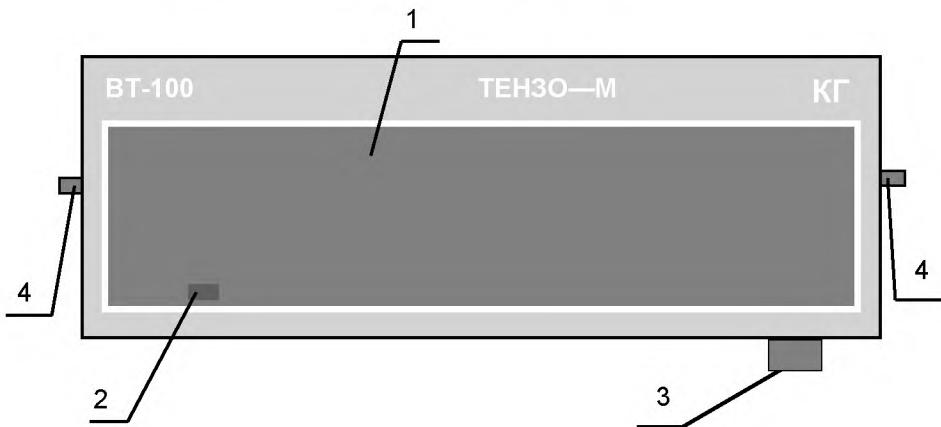

Рис. 4.1. Вид Изделия спереди.
На Рис. 4.1 изображён вид Изделия спереди.
6.1. Подключить интерфейс RS-485 к соответствующему соединителю Изделия (см. Рис. 4.1).
6.2. Подключить источник постоянного напряжения +24 В к соответствующему соединителю Изделия (см. Рис. 4.1).
13.4. Для осуществления дистанционного управления Изделием направьте инфракрасный излучатель, расположенный на узкой боковой стороне пульта, в сторону датчика ИК канала Изделия (см. Рис. 4.1 Руководства) и нажмите требуемую кнопку на клавиатуре пульта.